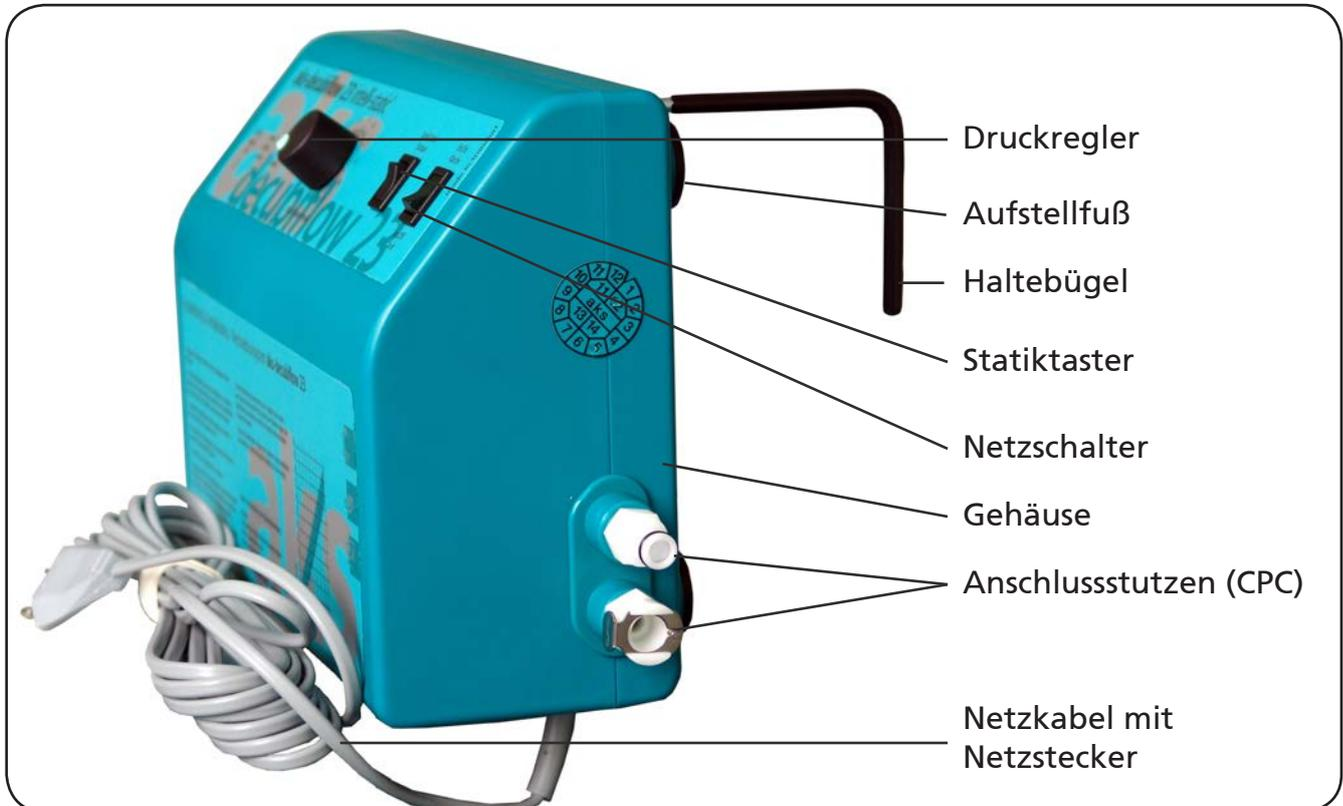

Abbildung 03
7. Das Aggregat verfügt über eine Aufhängevorrichtung (Haltebügel) und 4 Aufstellfüße (siehe Abbildung 03+04). Hängen Sie das Aggregat mit den beiden umklappbaren Haltebügeln an das Fußende des Bettes oder stellen Sie es auf eine Konsole neben das Bett.